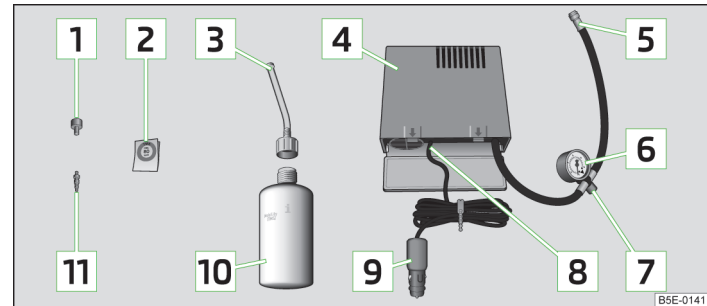

Abb. 152 Bestandteile des Pannensets
- › Den Aufkleber **[2]** » Abb. 152 auf Seite 185 auf die Schalttafel im Sichtfeld des Fahrers kleben.
- › Die Reifenfüllflasche **[10]** » Abb. 152 auf Seite 185 einige Male kräftig hin und her schütteln.
- › Den Reifenfüllschlauch **[5]** » Abb. 152 auf Seite 185 des Luftkompressors fest auf das Reifenventil schrauben.